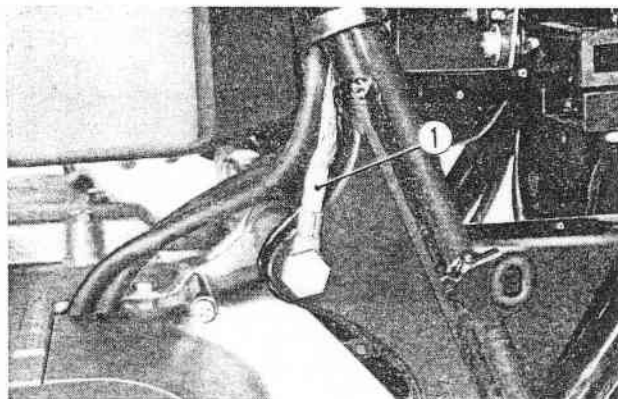

Fig. 2-7 ① Fil de masse
2. Monter les écrous et les boulons de fixation en prenant soin de fixer la borne du fil de masse au moyen du boulon supérieur arrière (Fig. 2-7). La plaque de soutien et le support de contacteur de stop sont aussi montés à l'aide des boulons de fixation.